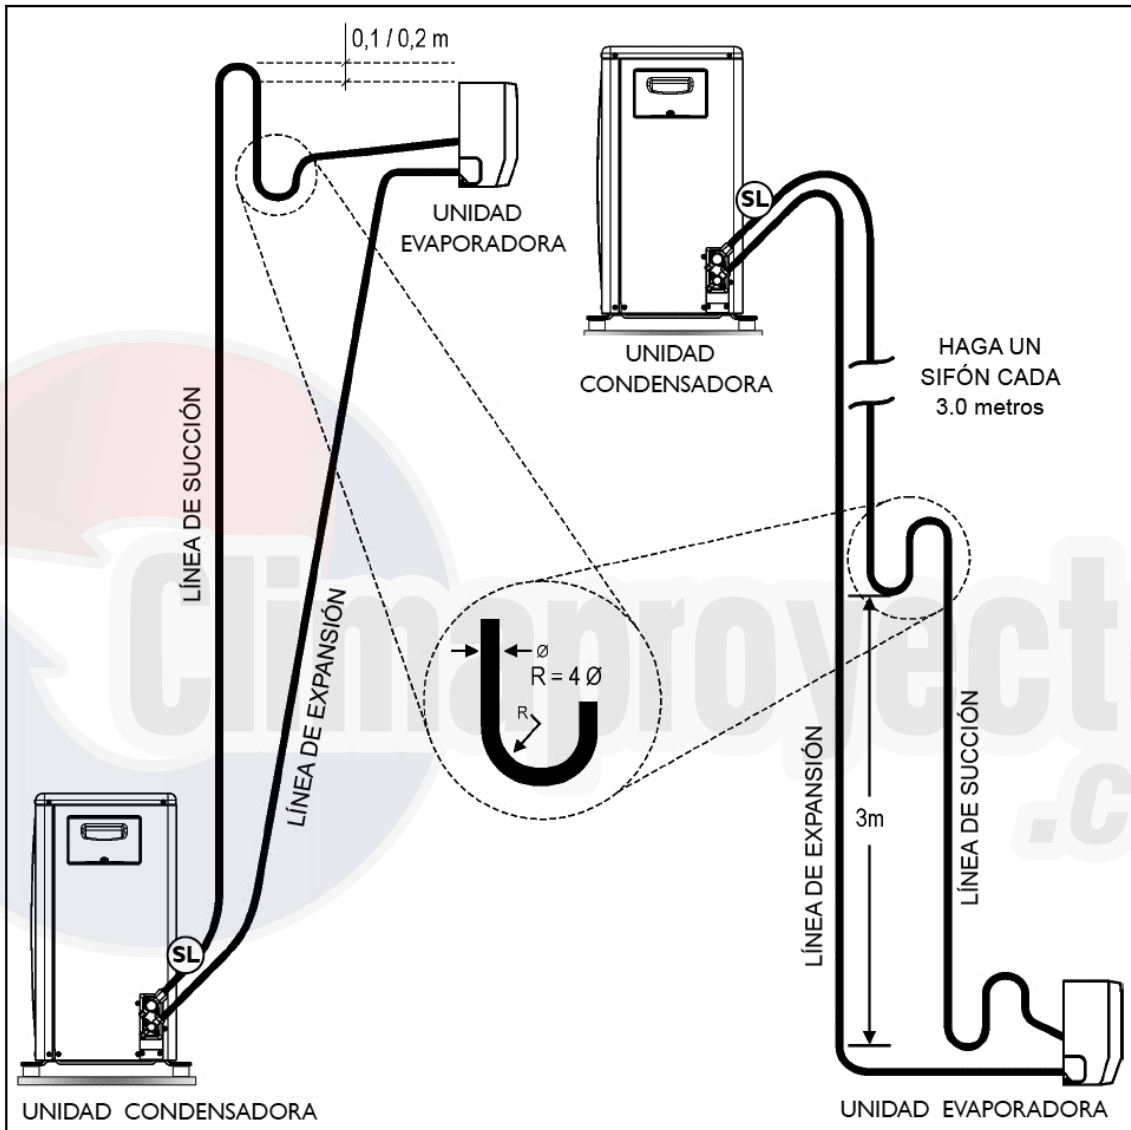

Imagen 16 – Sifones en la línea de succión
2. Eleve la línea de expansión encima de la unidad condensadora antes de trabajar con la unidad evaporadora (0.1 m para los modelos 38XP_12 m para 38XP_18) cuando la unidad evaporadora esté debajo de la línea condensadora (Imagen 16).
3. Eleve la línea de succión encima de la unidad condensadora antes de trabajar con la unidad evaporadora (0.1 m para los modelos 38XP_12 m para 38XP_18) cuando la unidad evaporadora esté debajo de la línea condensadora (Imagen 16).
5. Coloque sifones en las subidas de la línea de succión **cada 2.5 metros** para los modelo 38XP_12 y **cada 3.0 metros** para los modelos 38XP_18, incluyendo la base (salida de la evaporadora). En caso de que el desnivel sea menor a 3 m., haga una base (Imagen 16).
6. Incline las líneas horizontales de succión en el sentido del flujo (Imagen 16).
9. Se debe instalar un separador de líquido (aislado térmicamente y de la luz del sol, fuera de la unidad externa), en la succión, junto a la entrada de la unidad condensadora, con capacidad volumétrica de retención de líquido refrigerante, como se indica en la tabla a continuación. Vea la posición de la indicación **SL en la Imagen 16**.
- En caso de un desnivel entre 4 y 5 m entre las unidades, y si la evaporadora se encuentra en un nivel más bajo, en la tubería de succión, se debe instalar un sifón de 3 m para el desnivel (Vea Imagen 16).
- En instalaciones en donde la unidad condensadora y evaporadora estén en el mismo nivel, o si la evaporadora está en un nivel superior, después de la salida de la evaporadora, en el tubo de succión, se debe instalar un sifón seguido de una "U" invertida, cuyo nivel superior debe estar al mismo plano del punto más alto del evaporador. Debe haber una ligera inclinación en la tubería de succión en el sentido evaporadora – condensadora (Vea la Imagen 16).